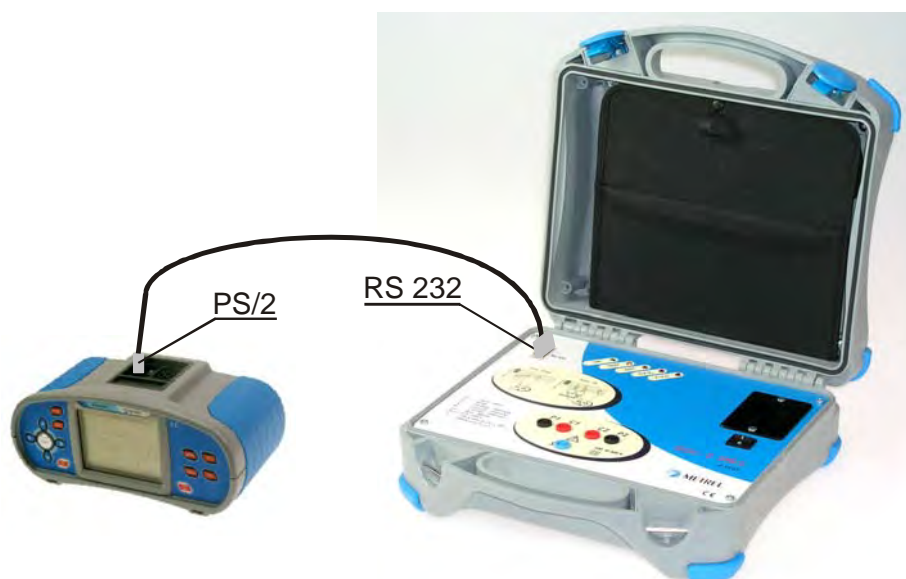

Abb. 5.37: Anschluss des Impedanzadapters an das Instrument
- ❑ **Schließen** Sie den Impedanzadapter an das Instrument an (siehe Abb. 5.37). Wählen Sie die Funktionen **Z-LINE** oder **Z-LOOP**